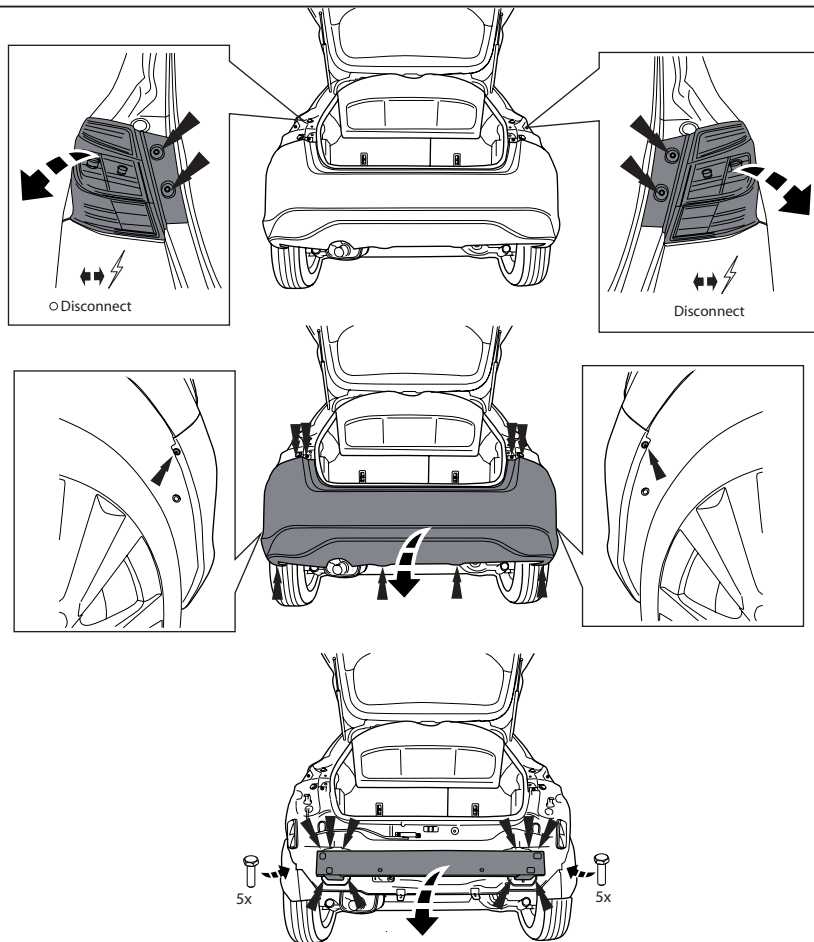

Fig. 1
1. Снять оба блока задних фар. Снять бампер вместе со стальным буферным брусом автомобиля. Буферный брус больше не понадобится. Поставить болты на место. См. рисунок 1.